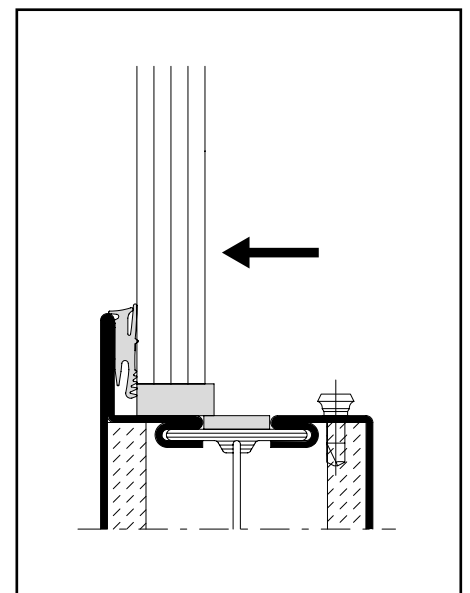

Abb. 15 / Fig. 15 / Fig. 15
- Glaselement einsetzen, in Richtung Anlagedichtung drücken und verklotzen (Abb. 15).
- Poser le vitrage en pressant en direction du joint et le caler (fig. 15)
- Insert the glazing element, press in the direction of the glass contact weatherstrip and insert pads (Fig. 15).